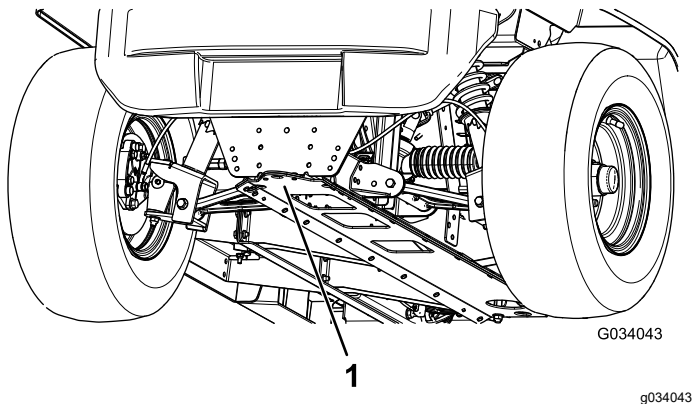

Figure 21
- Le point de levage avant de la machine est situé à l'avant du cadre, derrière la flèche d'attelage (Figure 21).